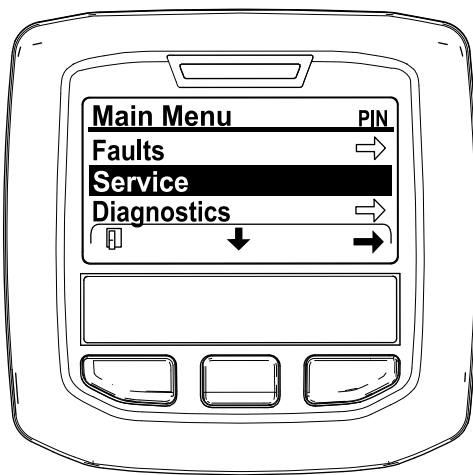

Figura 43
2. Desde el menú PRINCIPAL, pulse el botón central para desplazarse hacia abajo hasta el menú SERVICE (Servicio) y pulse el botón derecho para seleccionar la opción SERVICE (Servicio) (Figura 43).